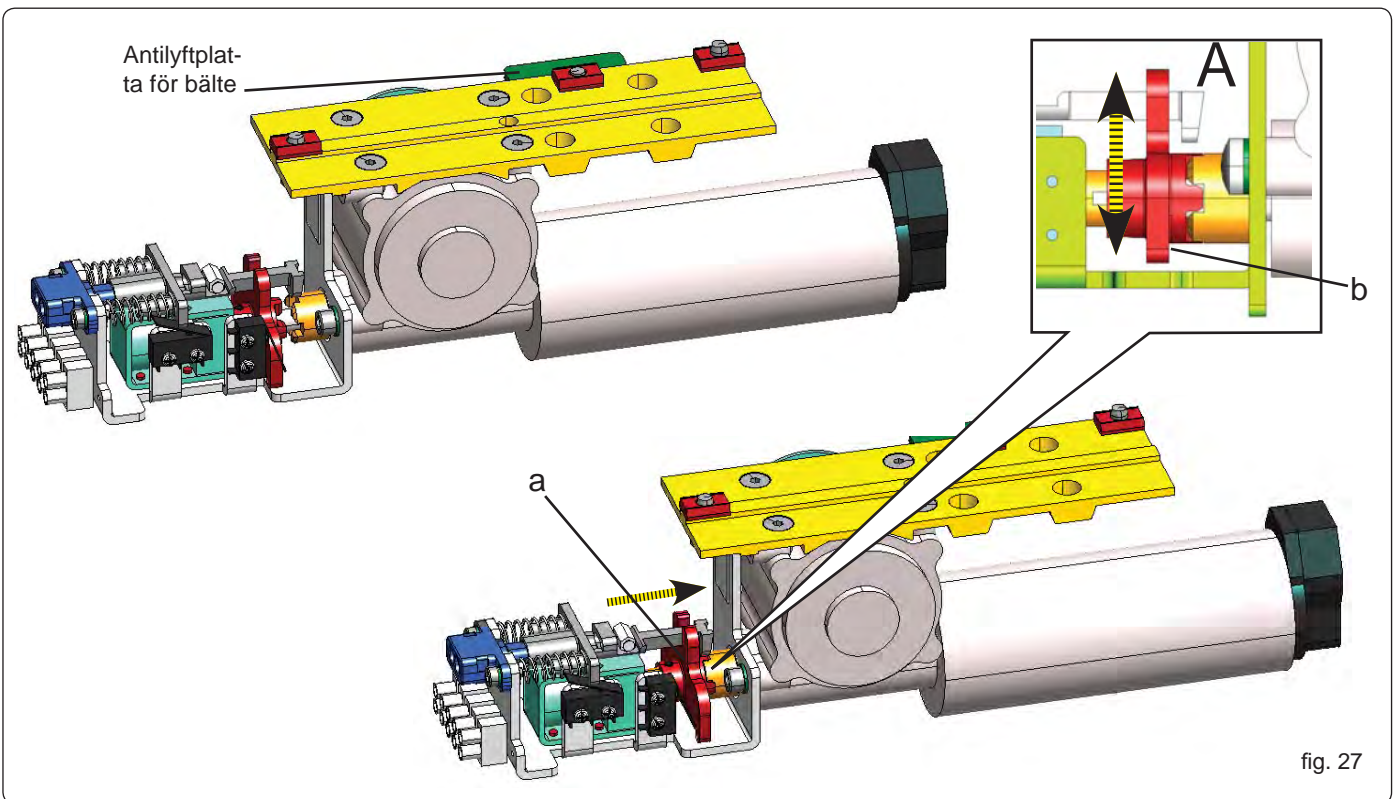

fig. 27
- Tryck manuellt spaken (fig. 27 ref. a) mot motorschaktet, för att kontrollera korrekt koppling så som i fig. 27, ref.A).
- Flytta spaken (fig.27 ref.b) vertikalt och titta efter rörelser mellan motorschaktet och det elmekaniska låsets koppling.
- Se till att motorlåsenhetens koppling är fri från motorschaktet s koppling (fig.27 ref A).